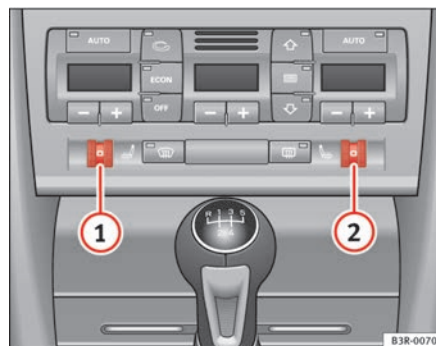

Fig. 144 Pormenor do painel de instrumentos: Rodas recartilhadas do aquecimento dos bancos
Rode a respectiva roda recartilhada ① ou ② ⇒ fig. 144, para ligar o aquecimento do banco do condutor ou do passageiro e para regular o nível de aquecimento.